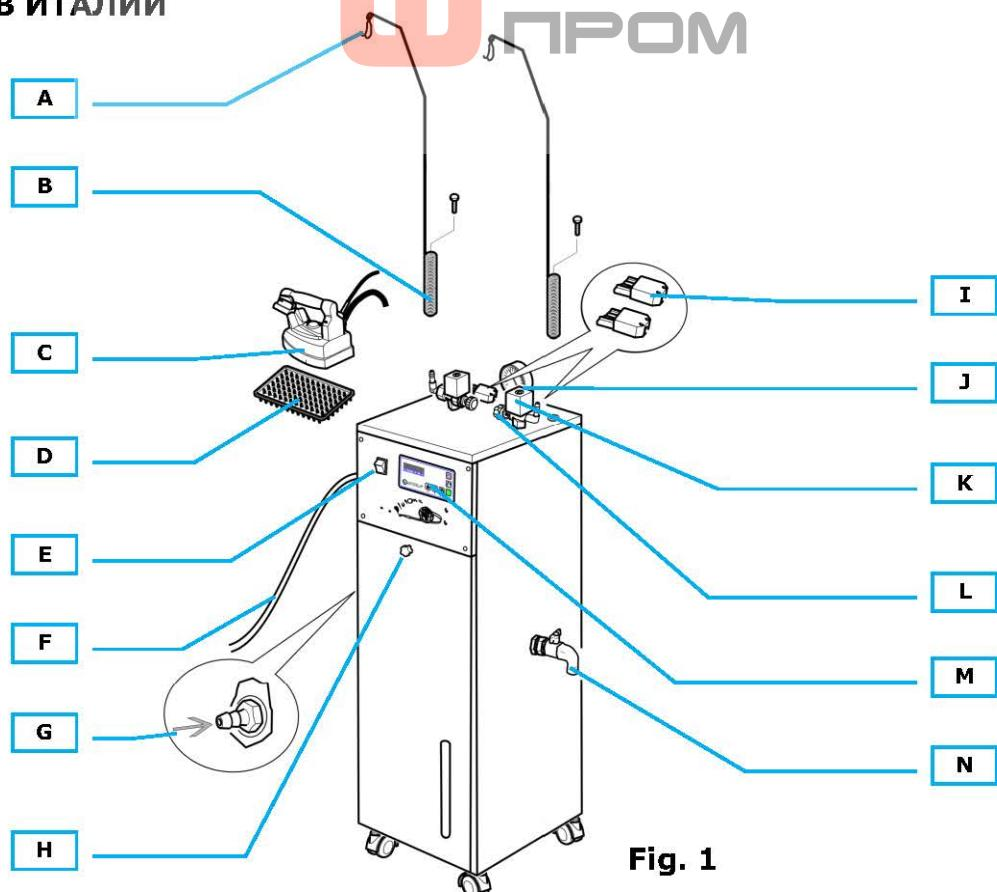
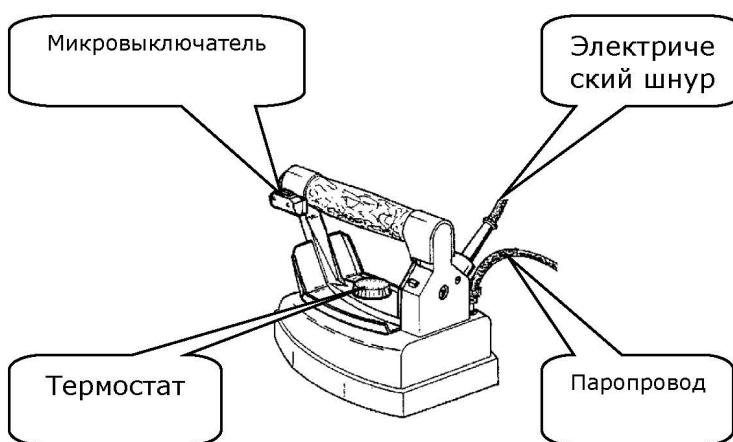

Fig. 1
Рис. 2
- Закрепите держатель (рис. 1-B) в соответствующем отверстии и подключите утюг к разъему (рис. 1-I).
- Закрепите паропровод к электроклапану с помощью зажима (рис. 1-K).
- Закрепите кабели на крючки держателя кабеля (рис. 1-A), избегая перекручивания.
- Установите утюг на прилагаемый резиновый коврик (рис. 1-D). Проделайте шаги 3-5 для Утюга 2.
Подключите Plutone к водопроводу. Давление воды не должно превышать 2.5 бар. Убедитесь, что рядом есть кран и резиновый шланг сдерживающий давление в водопроводе. Подключите шланг к входу для подачи воды, обозначенным «WATER INLET HOSE HOLDER/ВХОД ВОДЫ ДЛЯ ГИБКОЙ ПОДВОДКИ» - диаметром 7 мм - (рис. 1-G) с помощью двух хомутов.
2. Подождите, пока не загорится значок котла. Возьмите утюг за ручку, поверните его к полу и нажмите клавишу утюга (рис. 2) 4-5 раз, чтобы выпустить пар. Это нужно для нагрева паропровода и предотвращает утечку воды из утюга. Поток пара регулируется винтом электроклапана (рис. 1-J).
1. Отрегулируйте температуру утюга (рис. 2). Для сухого глажения вы можете установить термостат в различных положениях, в зависимости от типа ткани, которую вы хотите гладить (см. Инструкции на этикетке одежды). Для глажения с паром термостат должен быть установлен в положение «хлопок» или «лен».
2. Приступите к глажению, периодически нажимая на клавишу утюга (рис. 2), включая пар.